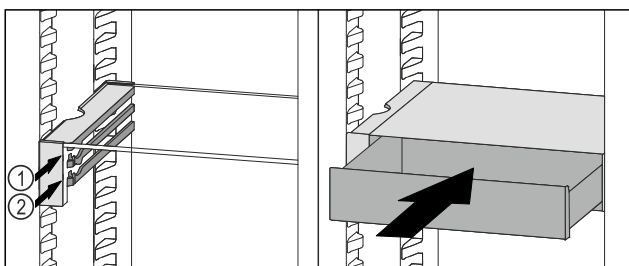

Fig. 52
- ▶ Placer le tiroir VarioSafe derrière les butées sur la nervure désirée Fig. 52 (1) ou Fig. 52 (2).